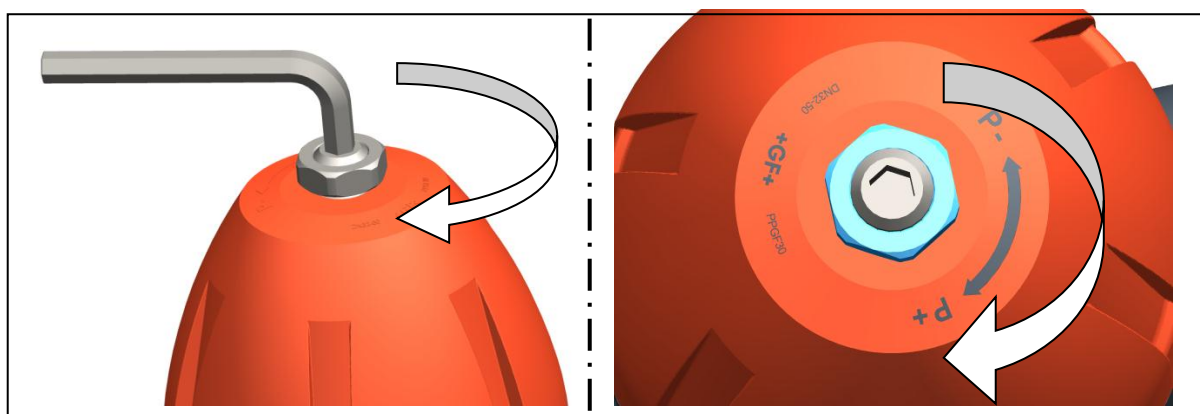

Fig. 4
- Pour augmenter la valeur de consigne : tendre le ressort. Pour ce faire, faire tourner le pivot dans le sens des aiguilles d'une montre, voir Fig. 4.